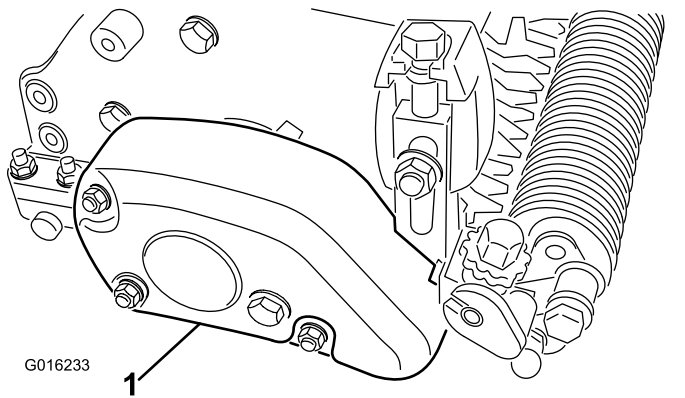

Рисунок 1
1. Снимите кожух ремня с корпуса механической щетки (*Рисунок 1*).